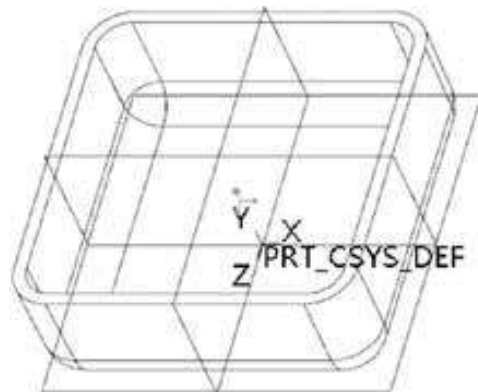

图1-21 Y轴指向脱模方向
Step 05 在图1-19所示的“布局”对话框中单击“参考模型起点与定向”按钮, 弹出一个活动窗口，*Y*轴指向抽壳方向，如图1-21所示。